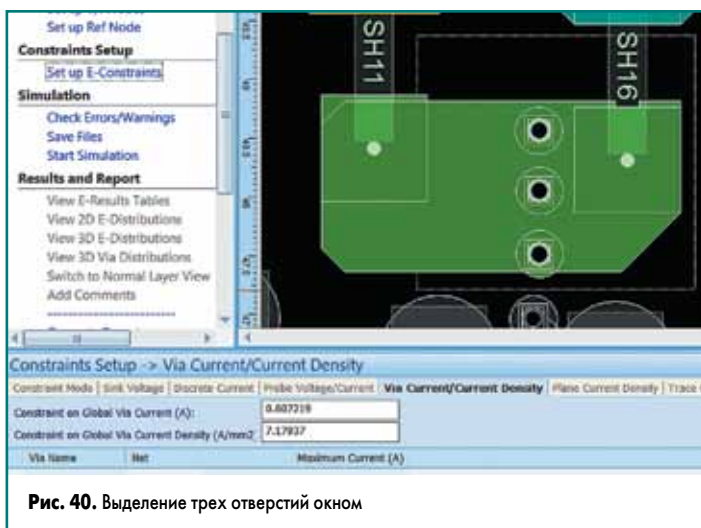

Рис. 40. Выделение трех отверстий окном
- Выделить в проекте интересующие пользователя переходные отверстия. Можно выделять сразу несколько отверстий окном либо зажав клавишу **CTRL** (рис. 40).